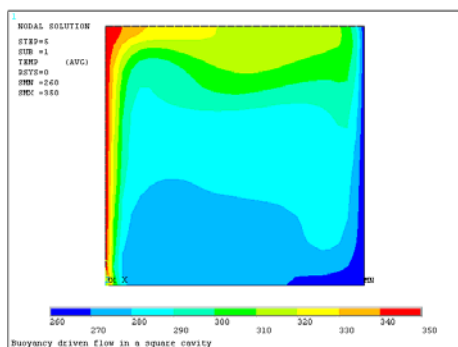

图 8-83 温度场分布等值线图
④在“Item to be contoured”列表框中依次选择 DOF Solution→Nodal TTEMPERATURE, 单击“OK”按钮, “ANSYS”窗口将显示如图 8-83 所示的温度场分布等值线图。